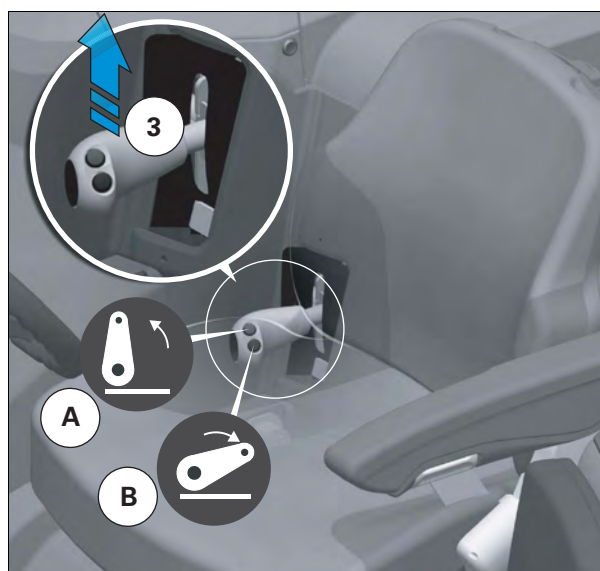

Рис. 18.
3. Потяните стопорный рычаг (3) рис. 18, чтобы освободить крюк, затем нажмите на кнопку (B), чтобы опустить крюк на землю.
2. Нажмите и удерживайте кнопку подъема сцепного устройства (A) рис. 18 на блоке управления сцепным устройством, пока крюк не будет автоматически зафиксирован.